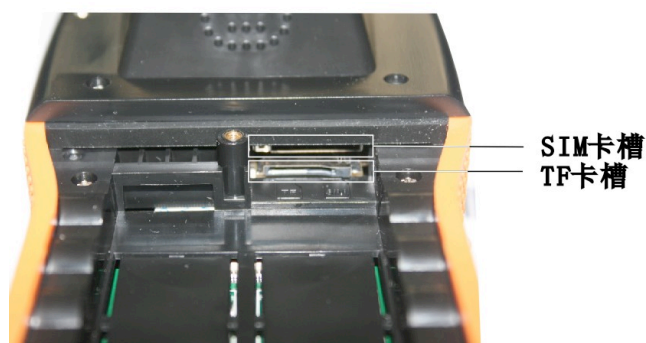

图 2-2-1
- 5) 按照电池仓上的 TF 卡按照提示图, TF 卡金属触点朝下, 将 TF 卡推动到位, 使之锁紧。(位置: 见图 2-2-1)。
- 5) 按照电池仓上的 SIM 卡安装提示图, SIM 卡有金属触点的一面朝上, SIM 卡有缺口的一端对准 SIM 卡槽, 将 SIM 卡推动到位, 使之锁紧。(见图 2-2-1)。